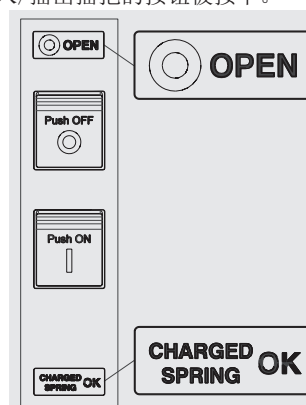

图 30
2. 断路器处于分闸状态，且弹簧已储能（请查阅 图 30）。